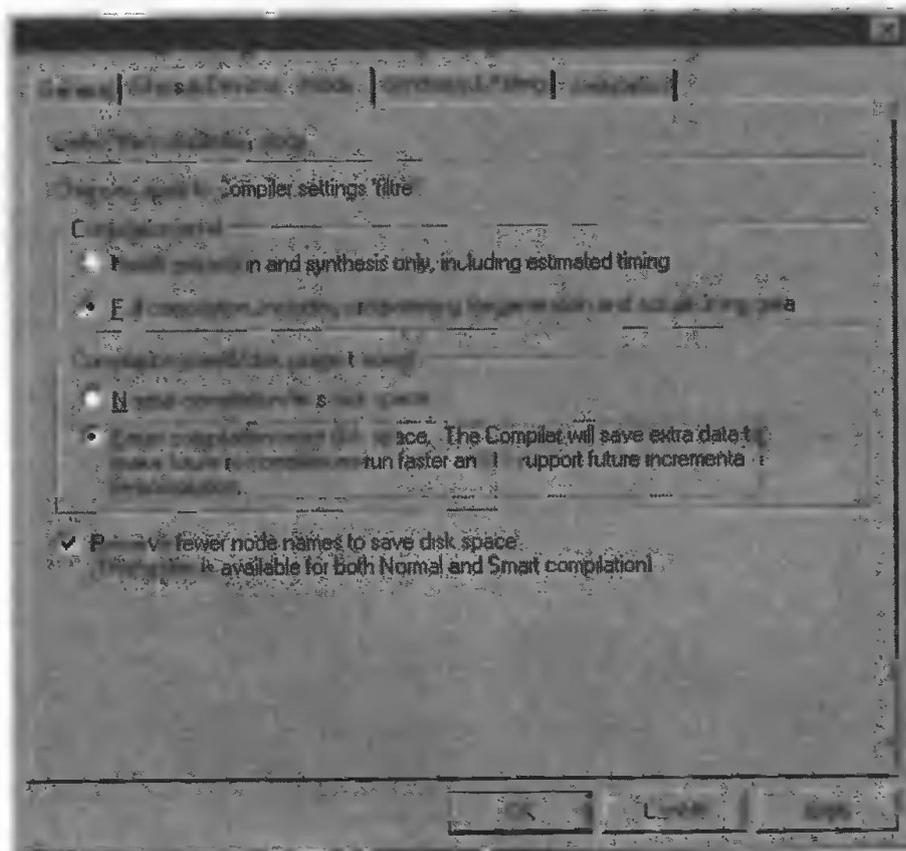

Рис. 3.35
4. Проверьте, включена ли функция **Preserve fewer node names to save disk space** (для экономии дискового пространства запретить использование для узлов нескольких имен) (рис. 3.35).